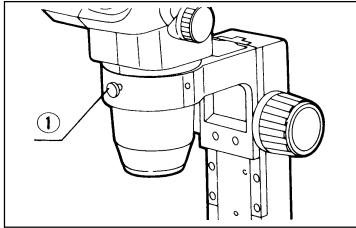

Abb. 4
- (1) Die Feststellschraube ① lösen und das Mikroskopstativ einsetzen. Die Feststellschraube kann in jede der drei Bohrungen an der Peripherie des Armes eingeschraubt werden. Sie sollte so angebracht werden, daß sie die Beleuchtungseinrichtung nicht berührt (Abb. 4).
- (2) Die Feststellschraube ① gut festziehen.